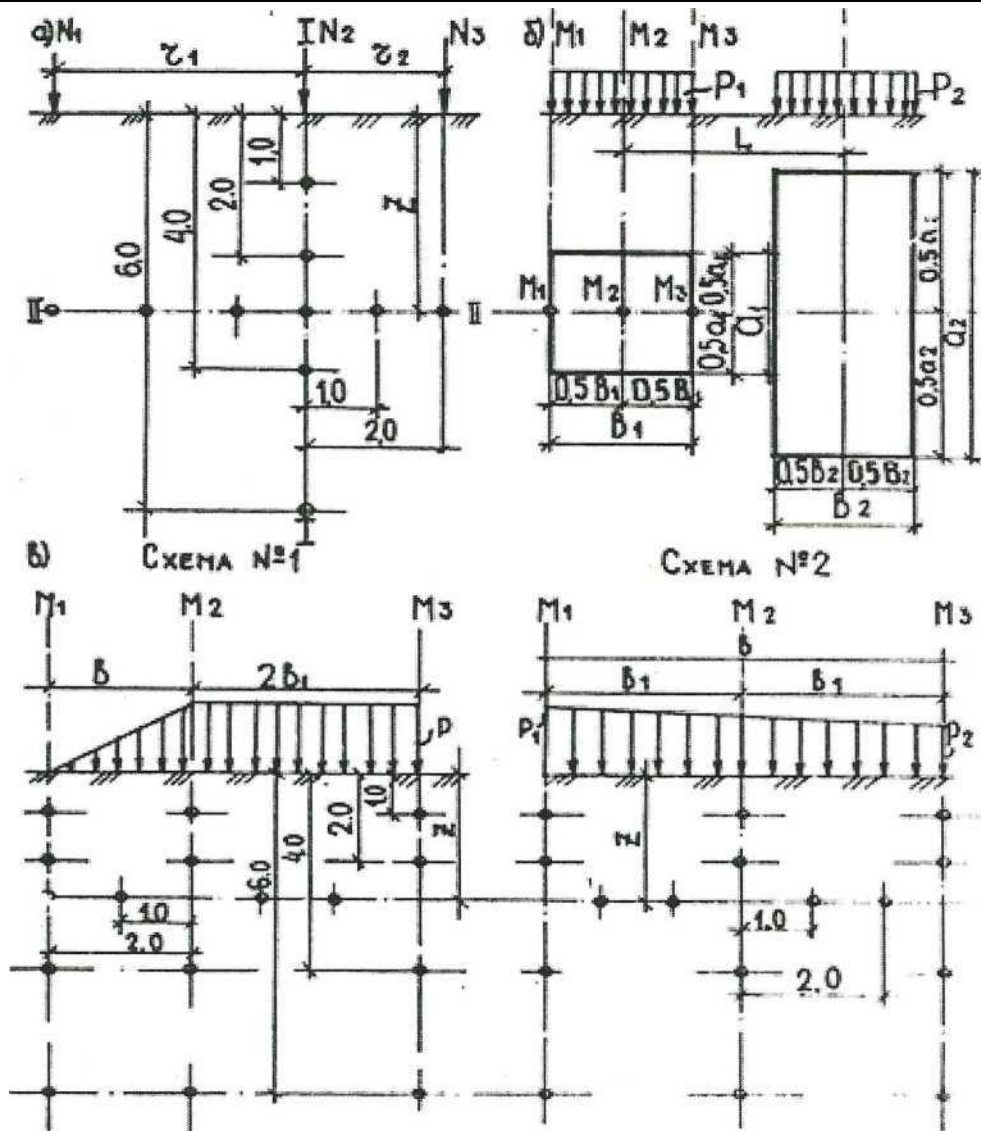

Рисунок 3.1. Расчетные схемы к задаче 2
Задача № 2. Для расчетных схем, приведенных на рис. 3.1, с выбранными по шифру из табл. 4, 5, 6 исходными данными, требуется определить величины вертикальных составляющих напряжений в массиве грунта и построить эпюры напряжений:
2.1 От совместного действия сосредоточенных сил в точках на вертикали, проходящей по оси действия силы N_2 и на горизонтали, расположенной в плоскости действия сил, на расстоянии Z от поверхности (рис. 3.1а, табл. 4).
2.3 От действия полосообразной нагрузки, изменяющейся по закону прямой, в точках на заданной вертикали и на горизонтали, расположенной на расстоянии Z от поверхности (рис. 3.1 в, табл. 6).
1. Точки на вертикали расположить на расстояниях 1, 2, 4, 6 м от поверхности массива грунта. Точки на горизонтали расположить вправо и влево на расстояниях 1 и 2 м от оси действия силы N_2 (рис. 3.1 а), от расчетной вертикали M_2 (рис. 3.1 в);